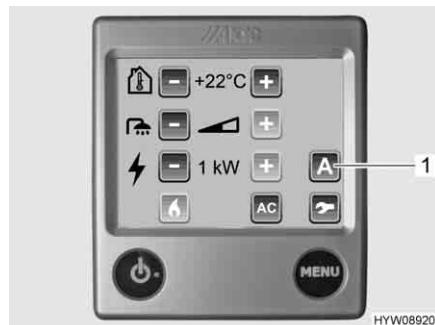

Fig. 149 Centralina di controllo con menu delle impostazioni
La ventola aggiuntiva viene azionata tramite la centralina di controllo (Fig. 149) del riscaldamento ad acqua calda.
- Premere il pulsante "A" (Fig. 149,1). Vengono visualizzate le funzioni.